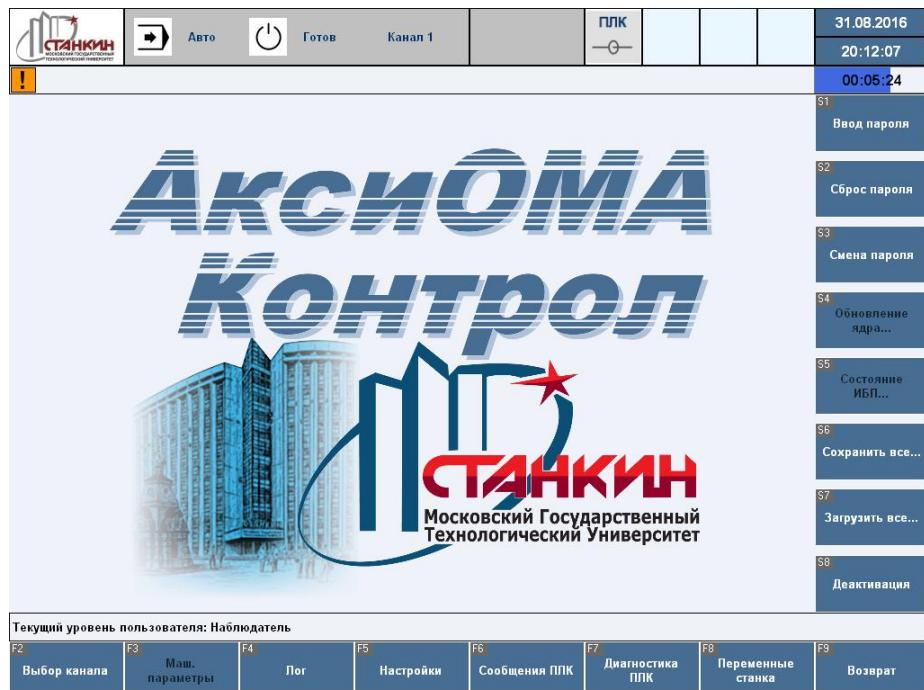

Рисунок 41 – Окно выбора сервисных экранов
Вид экрана выбора сервисных режимов показан на Рисунок 41:
Текущий уровень доступа пользователя отображается в нижней информационной строке (см. Рисунок 41).
- F9 – переход в окно выбора сервисных экранов (Рисунок 41).
- F9 – возврат в окно выбора сервисных экранов (Рисунок 41).